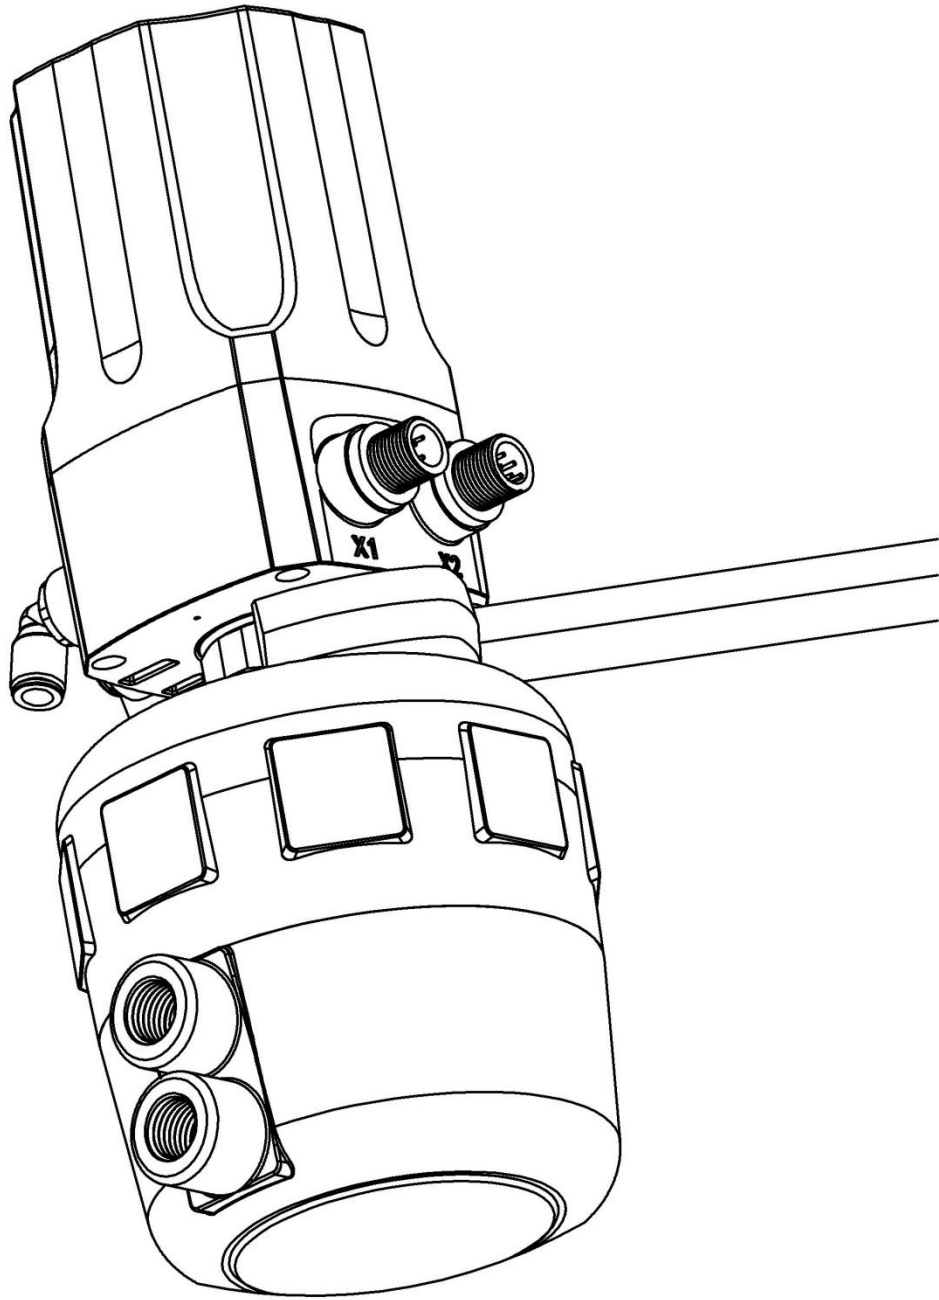

图6. 定位器与执行器组装
4. 将执行器内部阀杆升到最高位置，用 32 号扳手将定位器底部的执行器连接组件右旋入到执行器对应螺纹接口，并确保旋紧连接组件。如图 6 所示。